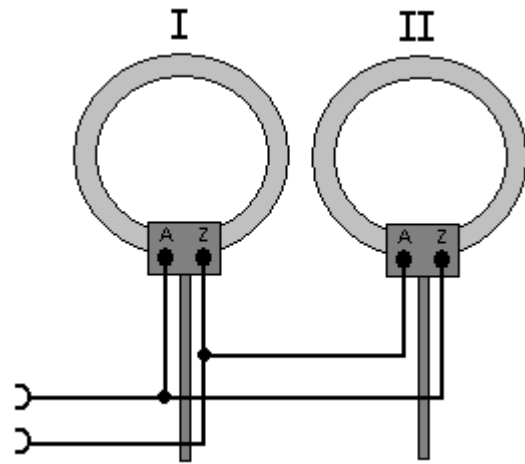

Fig. 1.2 Parallel connection
- Bei Parallelschaltung Buchse A der Spule 1 mit Buchse Z der Spule 2 und Buchse Z der Spule 1 mit Buchse A der Spule 2 verbinden (siehe Fig. 1.2).